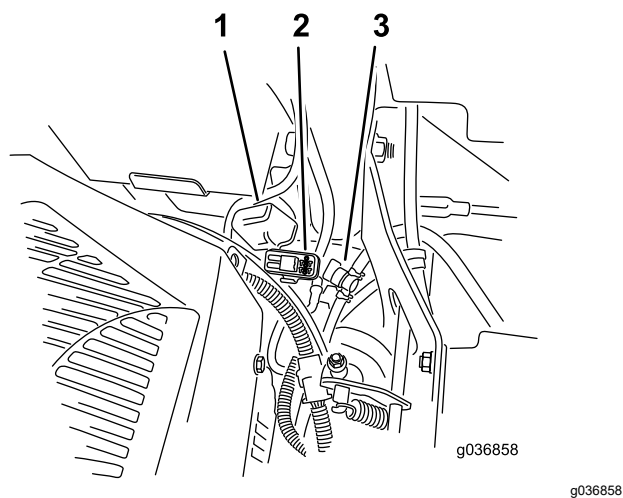

Figura 70
Les fusibles sont situés sur la console droite, près du siège (Figura 70).
2. Remplacez le fusible (Figura 70).